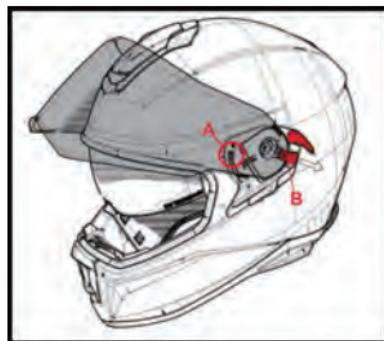

Bild 3
- 2.2 Entfernen Sie das Visier durch Aktivierung des Triggers (B) wie in Abb. 3 dargestellt.